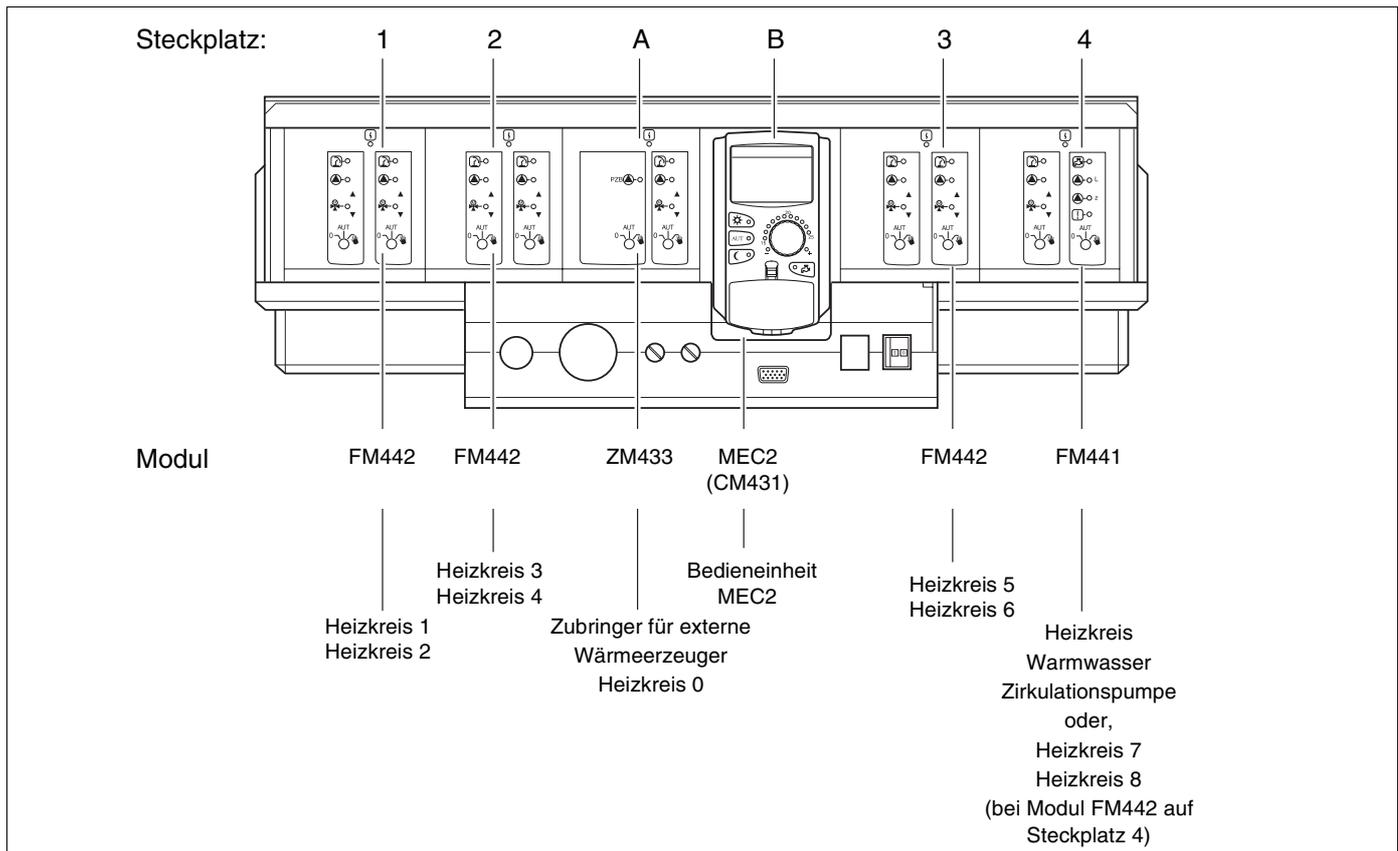

Abb. 5 Modulbestückung (mögliche Vollaussattung)
- Schalten Sie das Regelgerät ein, indem Sie den Betriebsschalter auf „I“ schalten (siehe Abb. 5 auf Seite 14).
- Schalten Sie das Regelgerät aus, indem Sie den Betriebsschalter auf „0“ schalten (siehe Abb. 5 auf Seite 14).